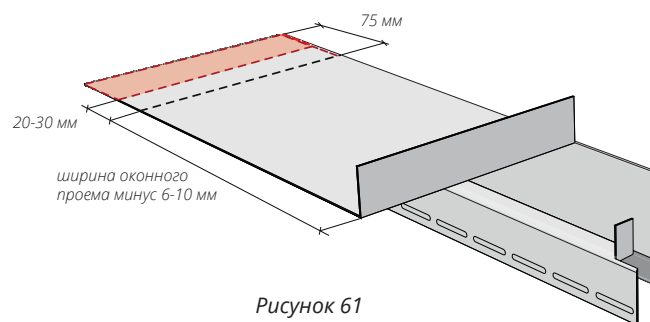

Рисунок 61
- 15.9** Подрезы и загибы верхней приоконной планки с противоположной стороны делаются аналогично. Измерьте ширину оконного проема. Отнимите из этого расстояния 6-10 мм. Нанесите разметку согласно (Рис. 61) сделайте подрезы и загибы.